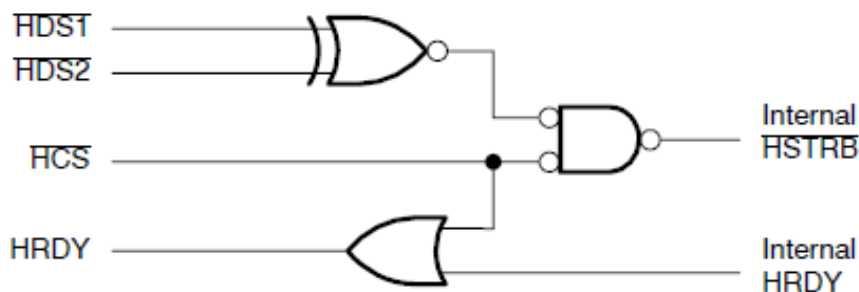

图 2. HSTROBE 信号产生逻辑
- HCS, HDS1/2: 这三个信号根据图 2 的逻辑产生内部 HSTROBE 信号，其逻辑关系是要求 HDS1 和 HDS2 信号相反，HCS 低有效。HSTROB 下降沿的时间点反应的是三个信号中最后跳变的信号。HPI 在 HSTROB 的下降沿采样控制信号 HR/W, HCNTL0/1, HWIL 以判断主机要对哪个寄存器进行读，或者写操作命令。注意控制信号在 HSTROBE 的下降沿之前需要最少 5ns 的 setup 稳定时间，而 HDS1/2 和 HCS 到 HSTROBE 信号内部门电路的延时是皮秒级的，所以控制信号的 setup 时间需要外部时序保证。